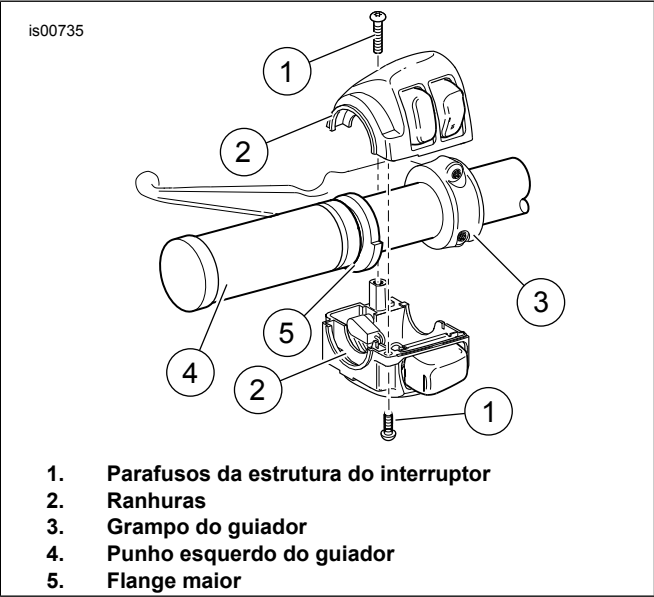

Figura 1. Estrutura do interruptor do guidão esquerdo
1. Ver Figura 1. Retire os dois parafusos com arruelas lisas que fixam o grampo do guiador (3) ao suporte da alavanca da embraiagem. Remova o grampo e afaste o conjunto da alavanca da embraiagem do guiador.
2. Afrouxe, mas não retire os parafusos (1) da estrutura superior e inferior do interruptor.